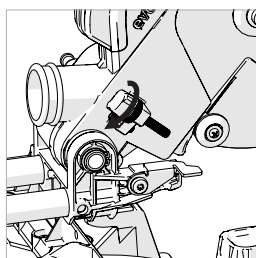

Fig. 26c
- Regolare la vite ad alette (**Fig. 26c**) per limitare la corsa della testa da taglio alla profondità richiesta.